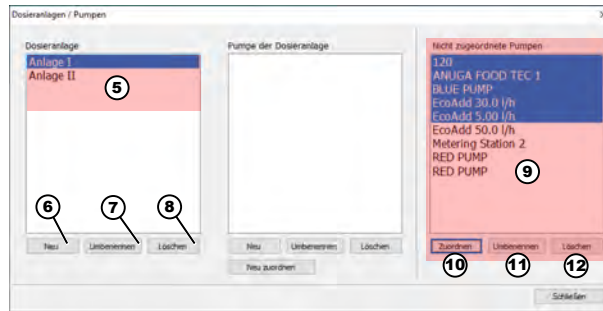

Abb. 9: Pumpen zuordnen
- ⇒ Das Eingabefenster wird geschlossen und im Fenster [Dosieranlage] wird nun der zuvor eingegebene Name (Anlage I) angezeigt (Abb. 9, Pos. 5). Diesen Vorgang wiederholen und eine weitere Dosieranlage mit dem Namen Anlage II anlegen. Mit der Taste [Umbenennen] (Abb. 9, Pos. 7) kann die [Dosieranlage] umbenannt, mit der [Löschen] (Abb. 9, Pos. 8) gelöscht werden .
4. ➤ Es folgt die Zuordnung der Pumpen zur jeweiligen Dosieranlage. Unter *[Nicht zugeordnete Pumpen]* (Abb. 9, Pos. 9) die Pumpe(n) auswählen, die einer Anlage zugeordnet werden sollen. Taste *[Zuordnen]* (Abb. 9, Pos. 10) auswählen. Mit der Taste *[Umbenennen]* (Abb. 9, Pos. 11) kann eine Pumpe umbenannt und mit *[Löschen]* (Abb. 9, Pos. 12) gelöscht werden .